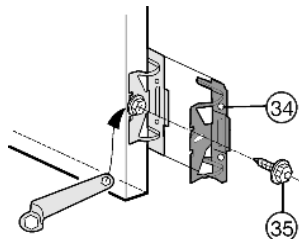

Fig. 13
- Alle Befestigungswinkel *Fig. 13 (34)* mit Sechskantschraube *Fig. 13 (35)* auf die vorgebohrten Löcher der Gerätetür schrauben.